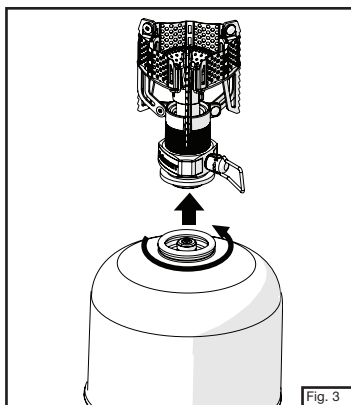

Fig. 3
- Vissez la bouteille de GPL dans le réchaud. Veillez à ne pas traverser le filetage. SERREZ uniquement À LA MAIN. (Fig. 3)